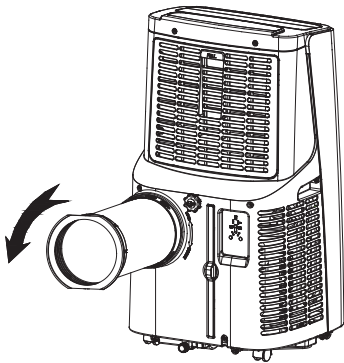

Figura 1
- introduceți ansamblul țevii de eșapament (capătul racordului de eșapament) în fanta de aerisire de pe panoul posterior (împingeți înspre stânga) și terminați asamblarea (conform celor din figura 1).